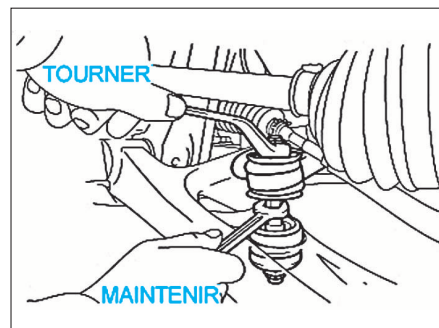

FIG. 7
- Désaccoupler la bielle de barre stabilisatrice du triangle inférieur (Fig.7).
- la biellette de barre stabilisatrice (Fig.7).
- Désaccoupler la biellette de barre stabilisatrice du triangle inférieur (Fig.7).